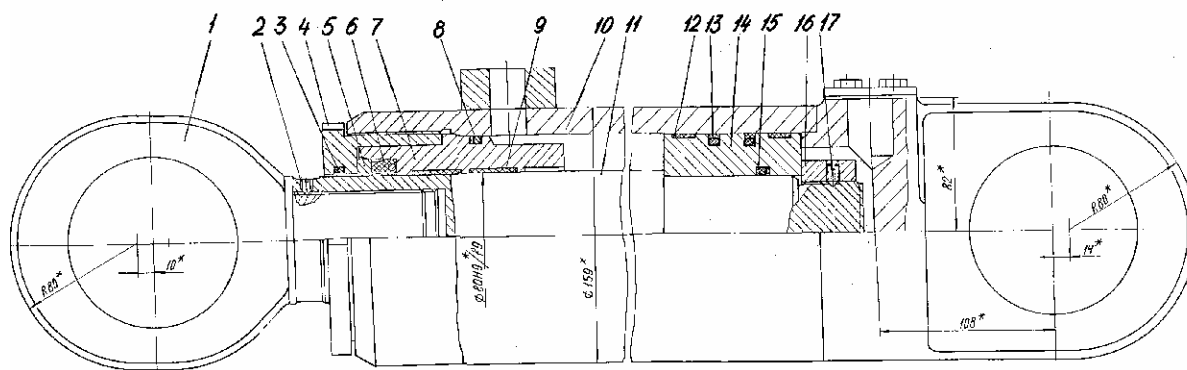

Рис. 43 Гидроцилиндр
9. ГИДРОЦИЛИНДРЫ (рис. 43, 44)